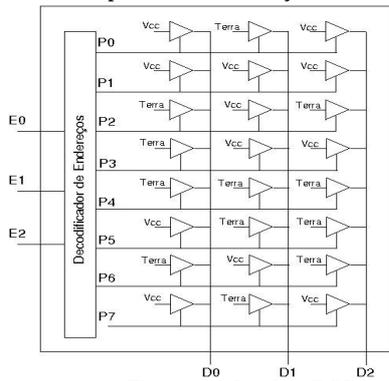

Figura 1: Memória ROM.
- b) Projete, com uso de portas *tri-states*, uma **memória ROM** de 8 palavras de comprimento igual a 3 bits D0D1D2 e cada palavra Pi na memória é endereçável por 3 bits E0E1E2, conforme ilustra a Figura 1. Explique o funcionamento desta memória ROM. Liste a saída para todas as possíveis combinações E0E1E2.
Considere a seguinte organização de entrada e saída da UA, provida de um contador de programa e um registrador para armazenar os bits de condição (C,V,Z,N). Substitua ainda o somador da Figura 1 da Experiência 5 pelo circuito da Figura 3.